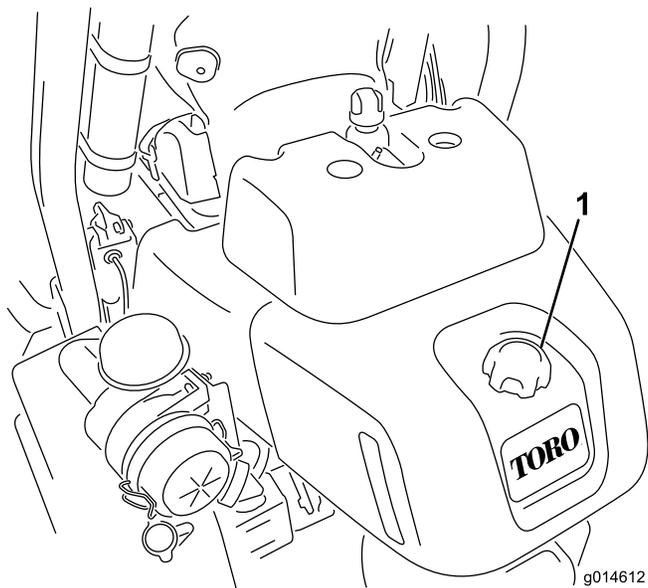

図 29
1. 燃料タンクのキャップの周囲をきれいに拭く（図 29）。